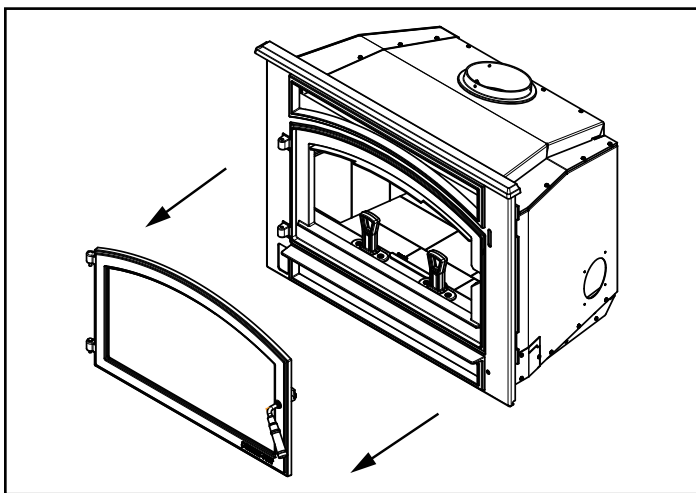

Figure 20.2
2. Retirez la porte en déverrouillant la poignée de l'avant et en soulevant la porte, mettez de côté en la déposant sur une surface de protection (**Figure 20.2**).
8. Réinstallez la façade en avant de l'appareil (Figure 20.2).
9. Réinstallez la porte à l'avant de l'appareil (Figure 20.2).